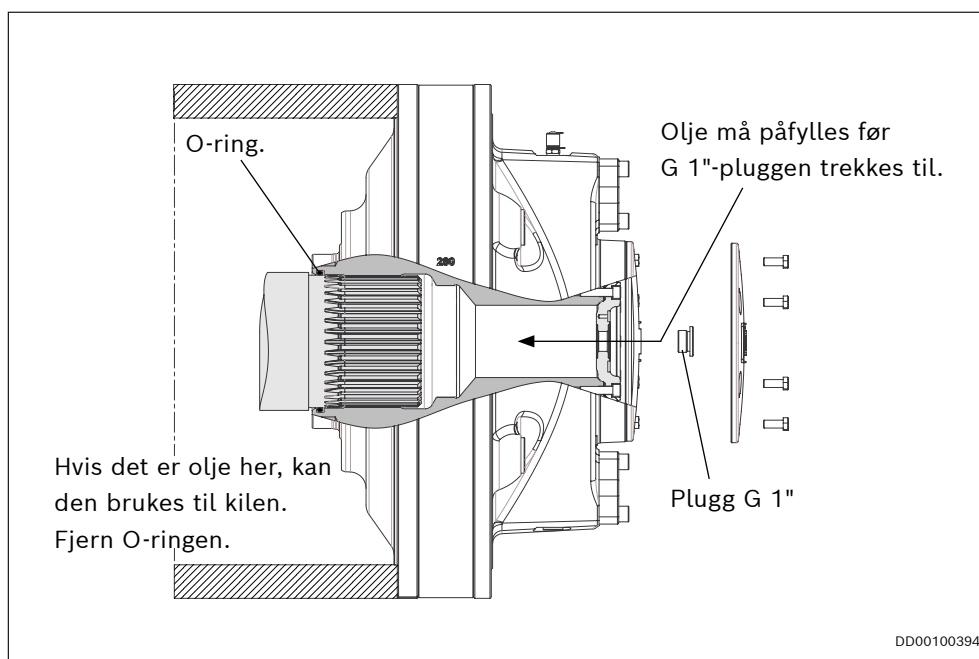

Fig. 44: Flensmontert motor, aksel horisontal
2. Fyll på hydraulikkolje til G 1"-gjengen. Se *Fig. 44.*